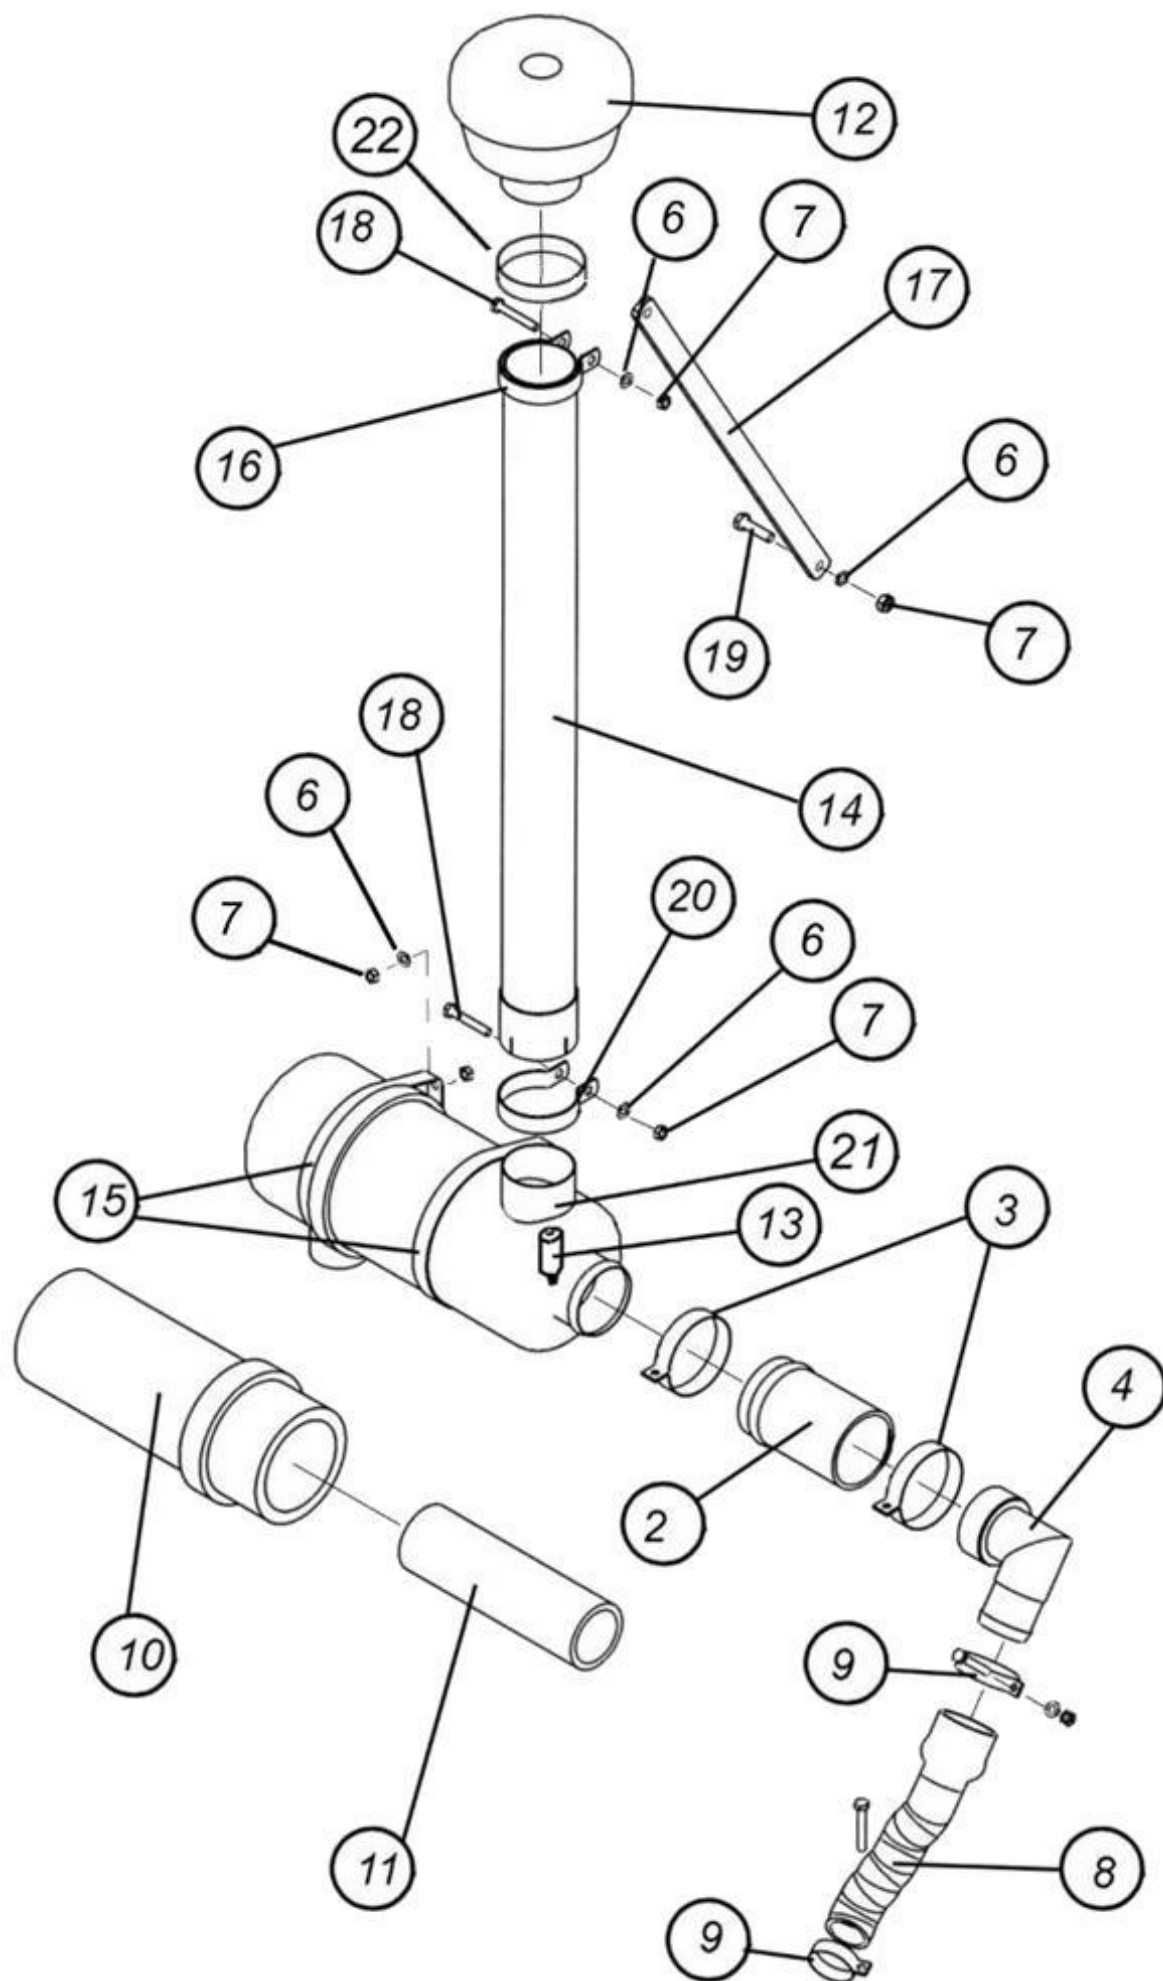

Рис. 7.2.4. Узлы и детали воздухоочистителя
7.2.4. Воздухоочиститель (рис. 7.2.4)